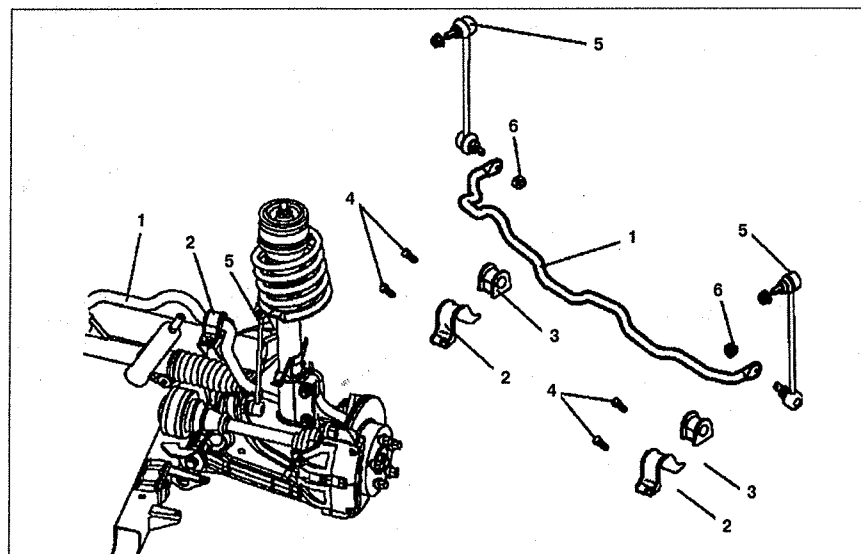

Рис. 7.2. Стабилизатор поперечной устойчивости:
3. Снимите фланцы 2 и резиновые опоры 3 крепления стабилизатора к несущей поверхности (см. рис. 7.2).